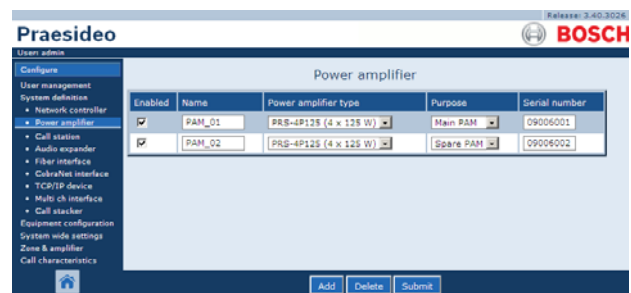

рисунок 43.9: Удаление усилителя мощности, шаг 2
- Нажмите в любом месте строки усилителя мощности, который должен быть удален из описания системы. Будет выделена вся строка (см. рисунок 43.9).